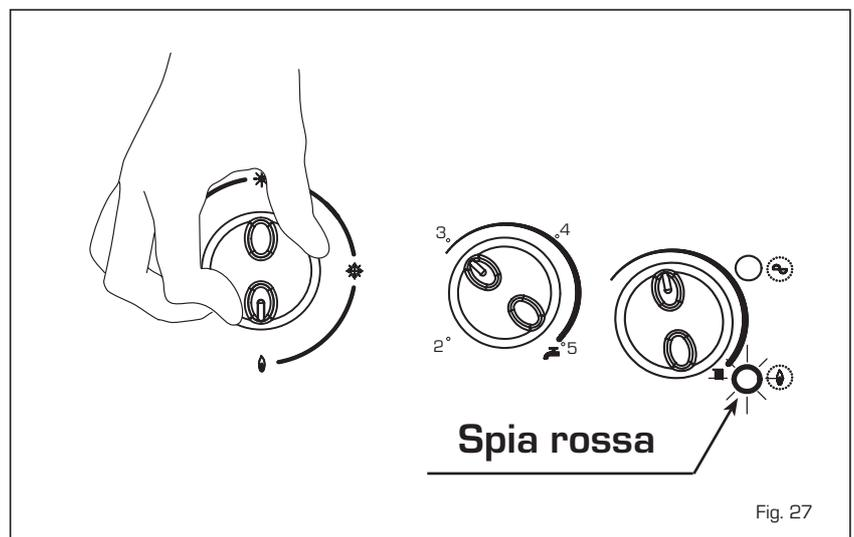

Fig. 27
- **Blocco accensione/intervento termostato di sicurezza** (fig. 27)
**- Ripristino pressione impianto riscaldamento (fig. 27/a)**